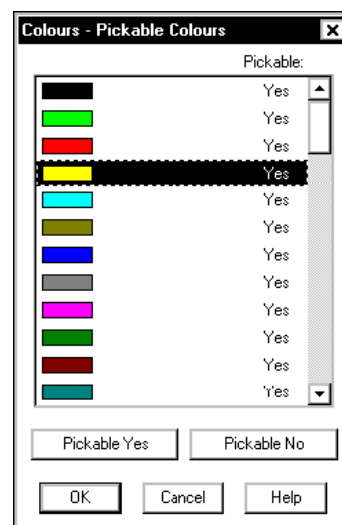

Рис. 26. Настройка разрешенных цветов.
15. В появившемся диалоговом окне Colours - Pickable Colours (рис. 26) для желтого цвета параметр Pickable должен быть установлен в состояние Yes. Если нет, то выделим строку с желтым цветом, нажмем кнопку Pickable Yes и нажмем кнопку OK.